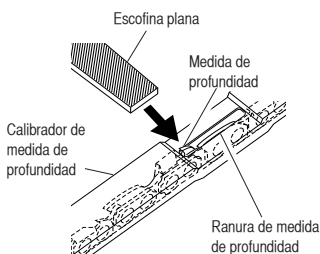

Figura 20- Calibrador de medida de profundidad en la cadena
3. Retire el calibrador de medida de profundidad. Utilice una escofina plana para redondear la esquina frontal de la medida de profundidad del elemento de corte (vea la Figura 20).